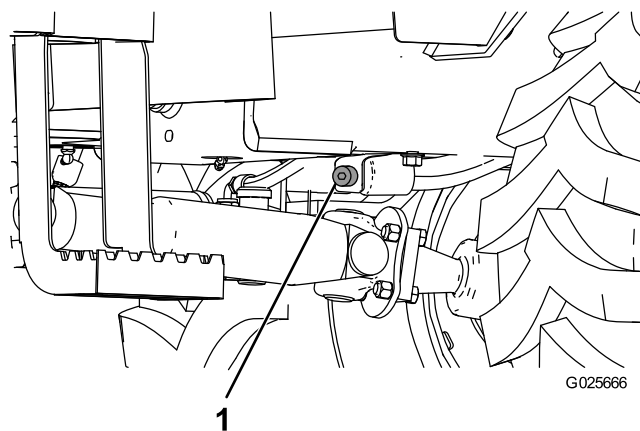

Figura 28
3. Retire el tapón de llenado y el tapón de vaciado (Figura 28).